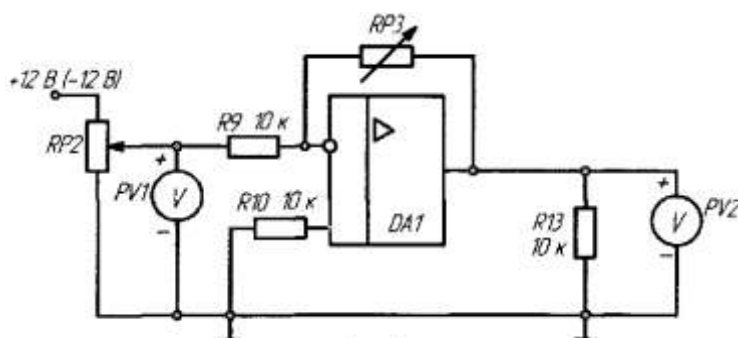

Рис. 1
- 1) Собрать схему согласно рис. 1; установить заданное значение $R_{P3}=20K$;